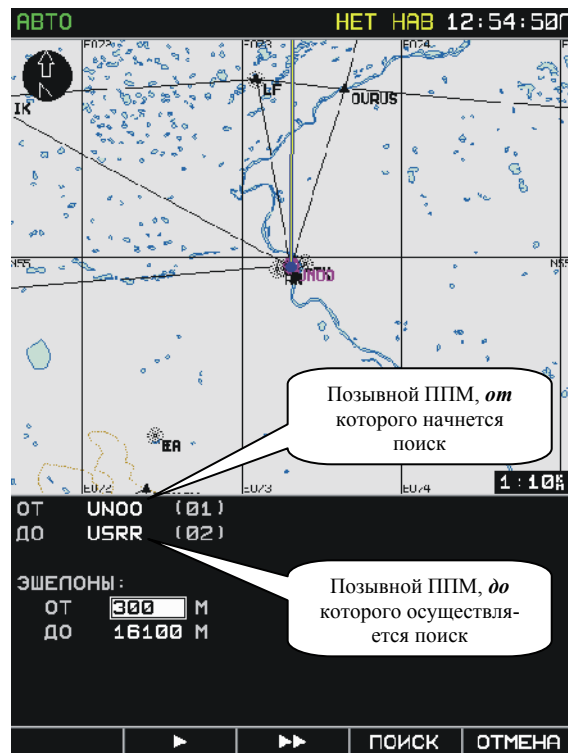
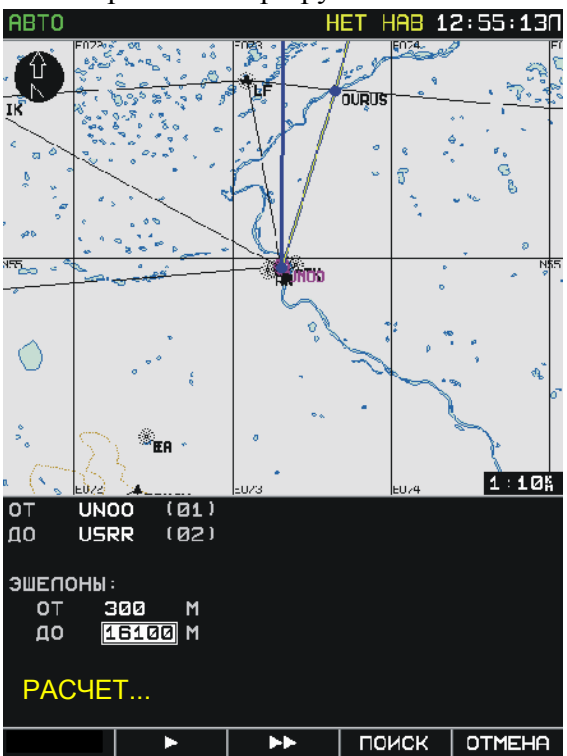
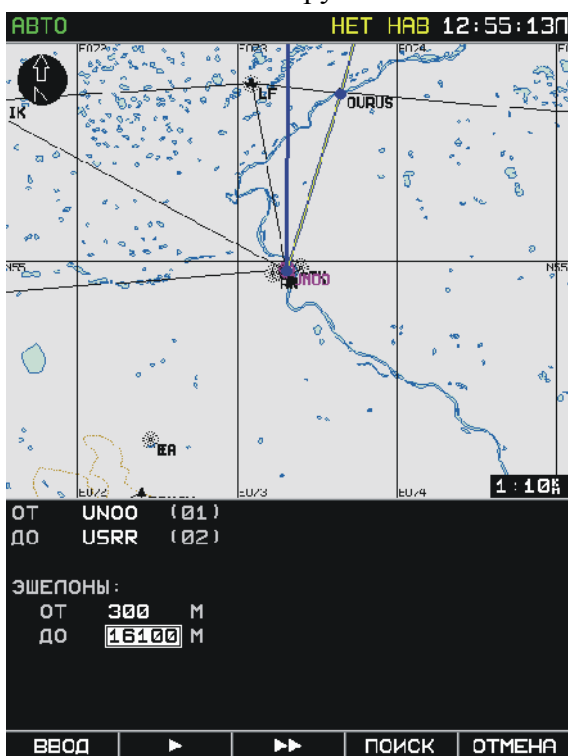
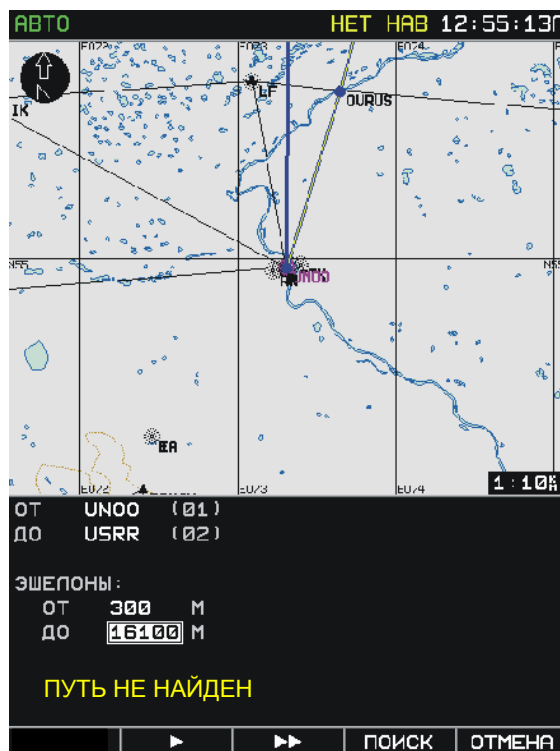

Рис. 56. Уточнение допустимых эшелонов в планируемом полете
Рис. 57. Индикация режима автоматического формирования маршрута
Рис. 58. Вид дисплея после завершения процедуры формирования маршрута
Рис. 59. Отображение сообщения о невозможности автоматической прокладки маршрута
6. Используя манипулятор курсора и кнопку ►► уточнить эшелоны в планируемом полете (Рис. 56). **Обратите внимание! Поиск маршрута по сети воздушных трасс осуществляется между ППМ, позывные которых отображаются в левой верхней части информационного поля!** Завершив уточнение эшелонов нажать кнопку ПОИСК. Начинается процесс автоматического формирования маршрута полета. При правильной подготовке исходных данных, наличии доступных эшелонов и элементов воздушных трасс на дисплее отобразится надпись «РАСЧЕТ...» (Рис. 57). После окончания процедуры формирования маршрута полета, надпись гаснет. Просмотреть вариант маршрута полета можно после нажатия кнопки ВВОД (Рис. 58), переход между ППМ осуществляется манипулятором курсора.
9. Уточнить допустимые эшелоны для выполнения полета (Рис. 56). **Обратить внимание между какими ППМ будет осуществлен поиск маршрута!**
10. Нажать кнопку ПОИСК (Рис. 56).
11. Результаты выполнения соответствуют процедуре описанной в п.6.1.2.1 (Рис. 57, Рис. 58, Рис. 59).